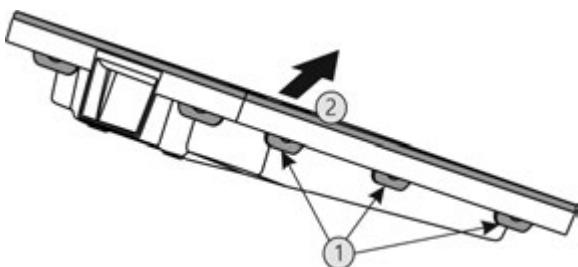

Fig. 38
- Всі накладки Fig. 38 (1) натиснути послідовно і вийняти кришку Fig. 38 (2).